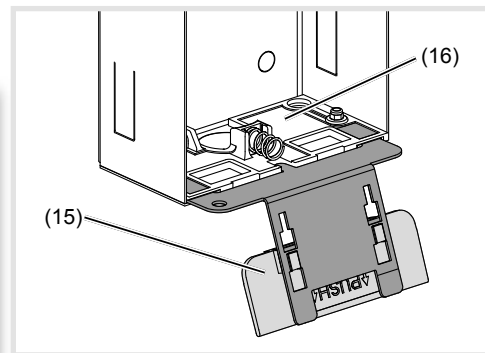

Bild 5: eingestecktes Öffnungswerkzeug
(14) Aufwinkler der Befestigungselemente
- Öffnungswerkzeug (15) in die Aufnahme des unteren Befestigungselementes (16) am Gehäuse stecken (Bild 5).
(15) Öffnungswerkzeug
(16) Befestigungselement
- Die Schlaufen des Sicherungsseils (17) am linken oberen Einhänger der Türstation und am oberen Befestigungselement (18) im Gehäuse einhängen. Die Türstation zur Installation auf das Öffnungswerkzeug stellen (Bild 5).